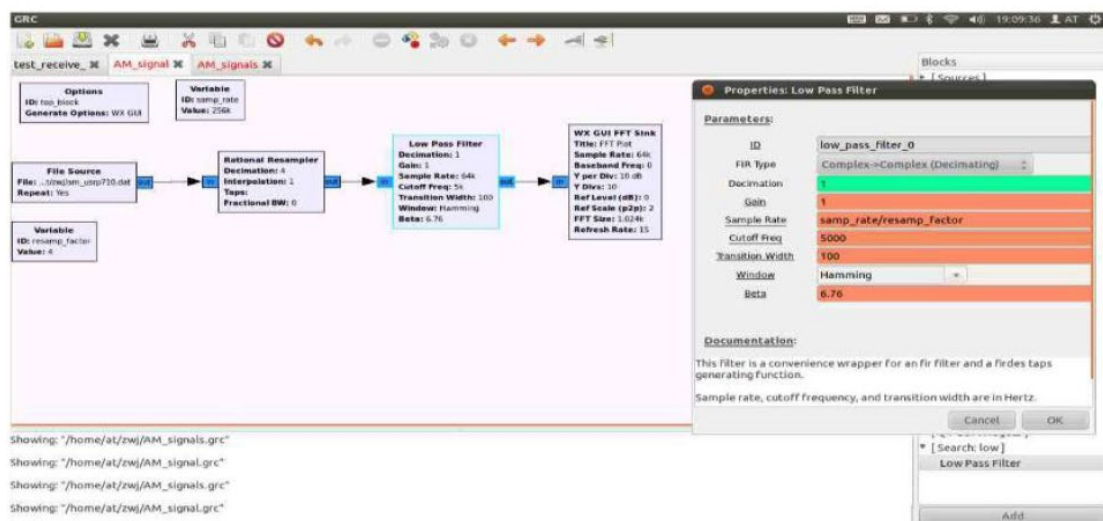

图 5
(1) 增加一个 Variable 模块，该模块的作用是灵活的改变参数的设置。例如该步骤中 Sampler Rate 需要改为 64K。这里不需要逐一的改编 Throttle、FFT sink 中的 Sample Rate 的设置，而只需要将 Variable 的 ID 改为 resamp_factor，然后参数设置为 4，接着在 Throttle 和 FFT 中将参数 Sample Rate 设置为： $\text{samp_rate}/\text{resamp_factor}$ ，这样结果自动计算为 64K。因此这种做法具有很强的灵活性。
4.为了选择中心频率为 710KHz 波段的 AM 电台，需要增加一个低通滤波器去过滤其他信号，如图 5 参数的设置如图所示。